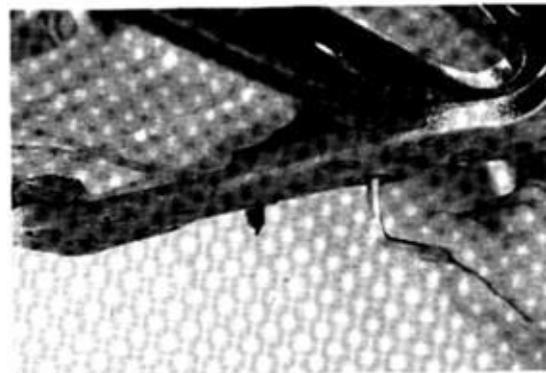

Bild 64
- Befestigungsschrauben der Fussrastenanlage (Bild 64) ausdrehen und Anlage abnehmen.